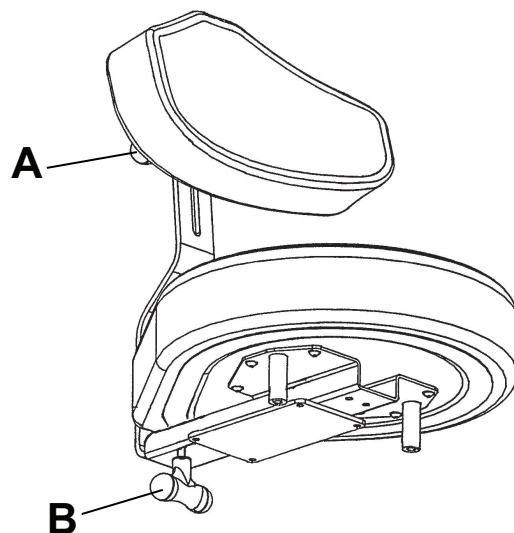

Figura 2 – Ajuste o apoio para as costas
1. Rode o botão (A) no sentido contrário ao dos ponteiros do relógio (Figura 2).
3. Rode o botão (A) no sentido dos ponteiros do relógio até que o apoio para as costas esteja seguro.
1. Rode o botão (B) no sentido contrário ao dos ponteiros do relógio (Figura 2).
3. Rode o botão (B) no sentido dos ponteiros do relógio até que o apoio para as costas esteja seguro.